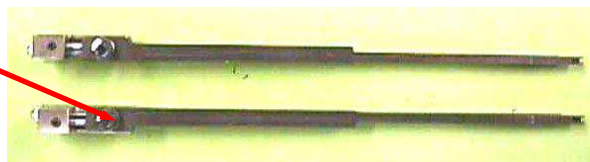

Fig 7-1-2
- ② インサーター固定ネジを外して下さい。 [Fig 7-1-2]